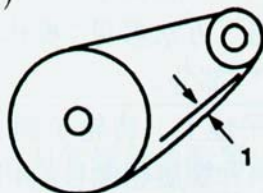

图 31
4. 用适度的力于链条中部抬起链子, 检查链偏移。(图 31)